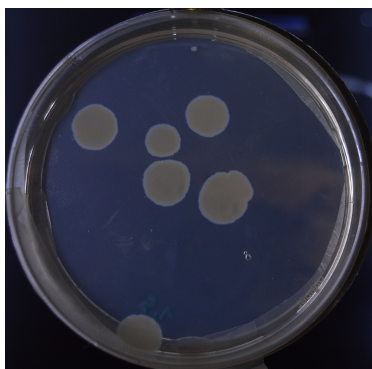

Figure 3: Contamination de *Bacillus subtilis*
- Beaucoup de colonies se développent ailleurs que sur le dépôt voir Fig. 3